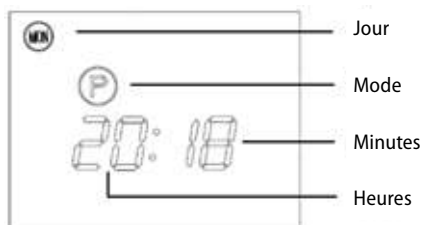

Fig. 1
1. Démontez le support du corps, voir la figure 1.
Avant toute utilisation de l'appareil, activer l'interrupteur sur le côté du produit. L'écran affichera, voir la fig. 1, l'appareil est mis en mode de veille et ne chauffe pas. L'écran affiche (P).
Un appui long sur le bouton (WTE) règle l'heure, un appui long sur le bouton (MIN) règle les minutes, un appui long sur le bouton (SET) règle les jours, voir la Fig. 1.